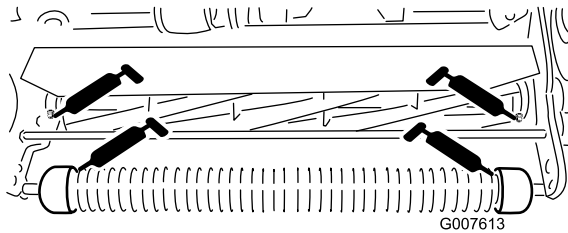

图18
- 前滚筒上 2 个 (图18)
- 滚刀轴承上 2 个 (图18)